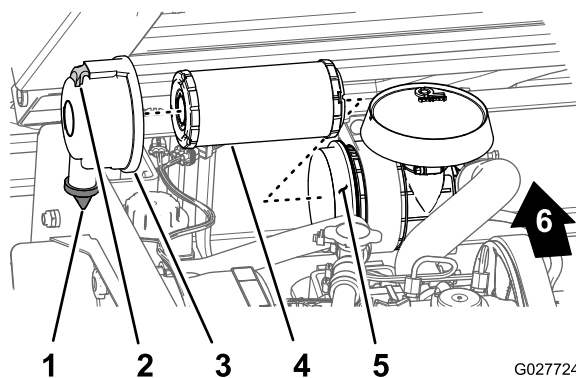

Figure 33
2. Vérifiez si le boîtier du filtre à air présente des dommages susceptibles d'occasionner des fuites d'air. Assurez-vous que le couvercle est parfaitement ajusté sur le boîtier du filtre à air (Figure 33).
3. Tirez le verrou vers l'extérieur et tournez le couvercle du filtre à air dans le sens anti-horaire (Figure 33).
5. Sortez l'élément filtrant du boîtier du filtre à air (Figure 33) avec précaution pour ne pas déloger trop de poussière.
1. Nettoyez l'orifice d'éjection d'impuretés situé sur le couvercle du filtre à air (Figure 33).
2. Retirez la valve de sortie en caoutchouc du couvercle, nettoyez la cavité et remettez la valve en place (Figure 33).
3. Insérez l'élément filtrant dans le boîtier du filtre à air en appuyant sur le bord extérieur de l'élément pour l'engager parfaitement dans le boîtier (Figure 33).
4. Alignez le couvercle du filtre à air sur le boîtier en orientant la valve de sortie en caoutchouc vers le bas, à peu près entre les positions 5 heures et 7 heures, vu de l'extrémité (Figure 33).
5. Fixez le couvercle au boîtier avec les verrous (Figure 33).